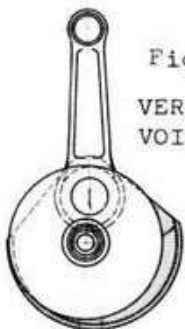

Fig. 51
- 1) Sind die Wangen laut Fig. 51 in Drehrichtung gegeneinander verschoben, so ist die Korrektur folgendermassen vorzunehmen:
- 1) Si les voiles accusent un déport angulaire selon fig. 51, effectuer la correction comme suit: